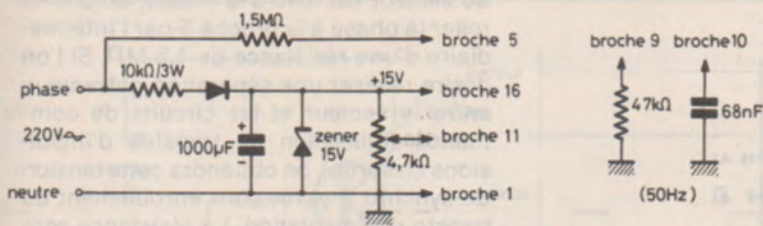

Figure 9 — Alimentation et synchronisation directement sur le secteur (réglage de puissance par potentiomètre).
- redresser directement le secteur, après interposition d'une résistance chutrice de forte puissance. L'un des pôles du secteur est à la masse du montage, ce qui est sans inconvénient si le montage est un simple variateur à potentiomètre (figure 9) ;
En combinant judicieusement les portions de schéma présentées ici, il est possible de réaliser tous les types de variateurs de puissance par déphasage, et différents types de montages de régulation. Si par exemple nous remplaçons sur la figure 9 le potentiomètre par un pont CTN/résistance ajustable, nous aurons réalisé une régulation de température pour chauffage électrique, de type proportionnel. En d'autres termes, la puissance du radiateur sera à chaque instant adaptée à la déperdition de chaleur à compenser, garantissant ainsi une température constante dans la pièce, d'où une économie d'énergie et un accroissement du confort. En effet, les thermostats tout ou rien à bilames, couramment montés sur les appareils de chauffage introduisent de par leur principe même, une hystérésis dans la température qui oscille ainsi constamment entre deux valeurs parfois écartées de 3 ou 4 degrés, voire plus. Ceci n'est pas agréable à l'usage et entraîne des pertes accrues, car la déperdition de chaleur augmente plus vite que la température, qu'il est donc préférable de voir varier le moins possible. Un régulateur à triac est donc particulièrement avantageux, mais, réalisé comme nous venons de l'indiquer, il risque de créer un parasitage radio des plus sévères.